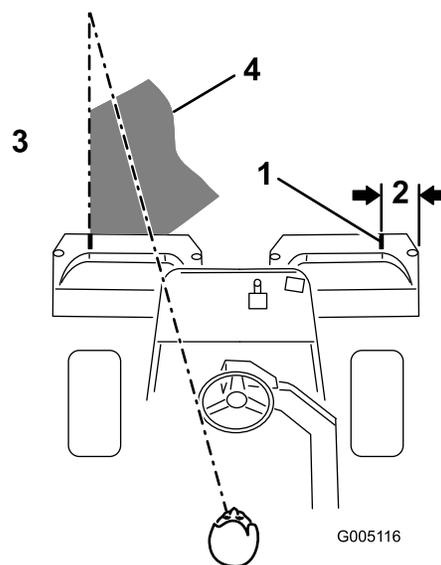

図 23
**注** グリーン内をぶれずにきれいに直進し、刈り込みの済んだ列との距離を一定に保つて走るためには、車体前方 1.8 から 3 m のところに視線を置いて、刈り込み済みの済んでいる列にラインを合わせるようにするのがコツです 図 23。ハンドルを目印にして距離を合わせても良いでしょう。その場合、ハンドルの縁と本機前方の目標ラインとを重ねて見ながら運転します。